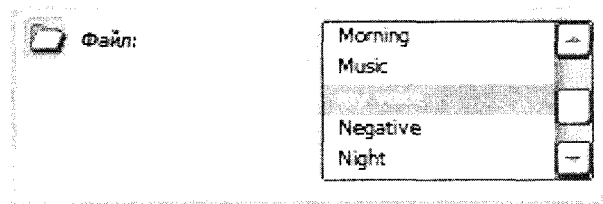

Рис. 24. Окно настроек блока **Звук**
15. Расположите блок **Звук**  на коммутаторе последовательности действий. В настройках укажите имя вашего файла (рис. 24).